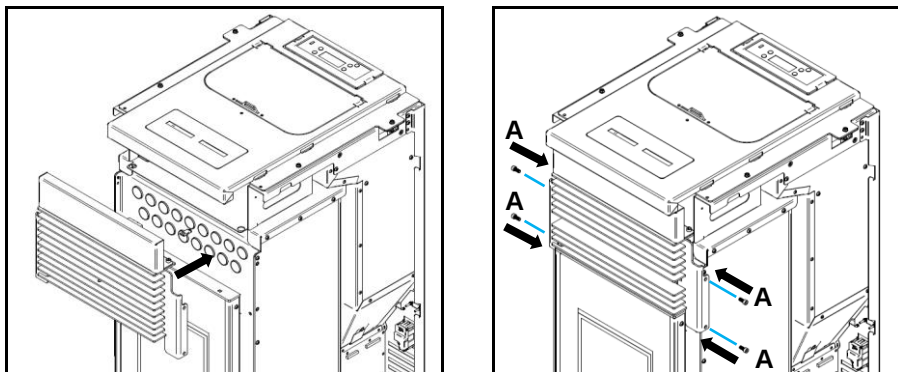

Figura 37 - Apriete de la rejilla frontal
e) Posteriormente, el montaje del conjunto sobre el equipo, utilizando cuatro tornillos (DIN 912 M5x12) como se muestra en la Figura 37.